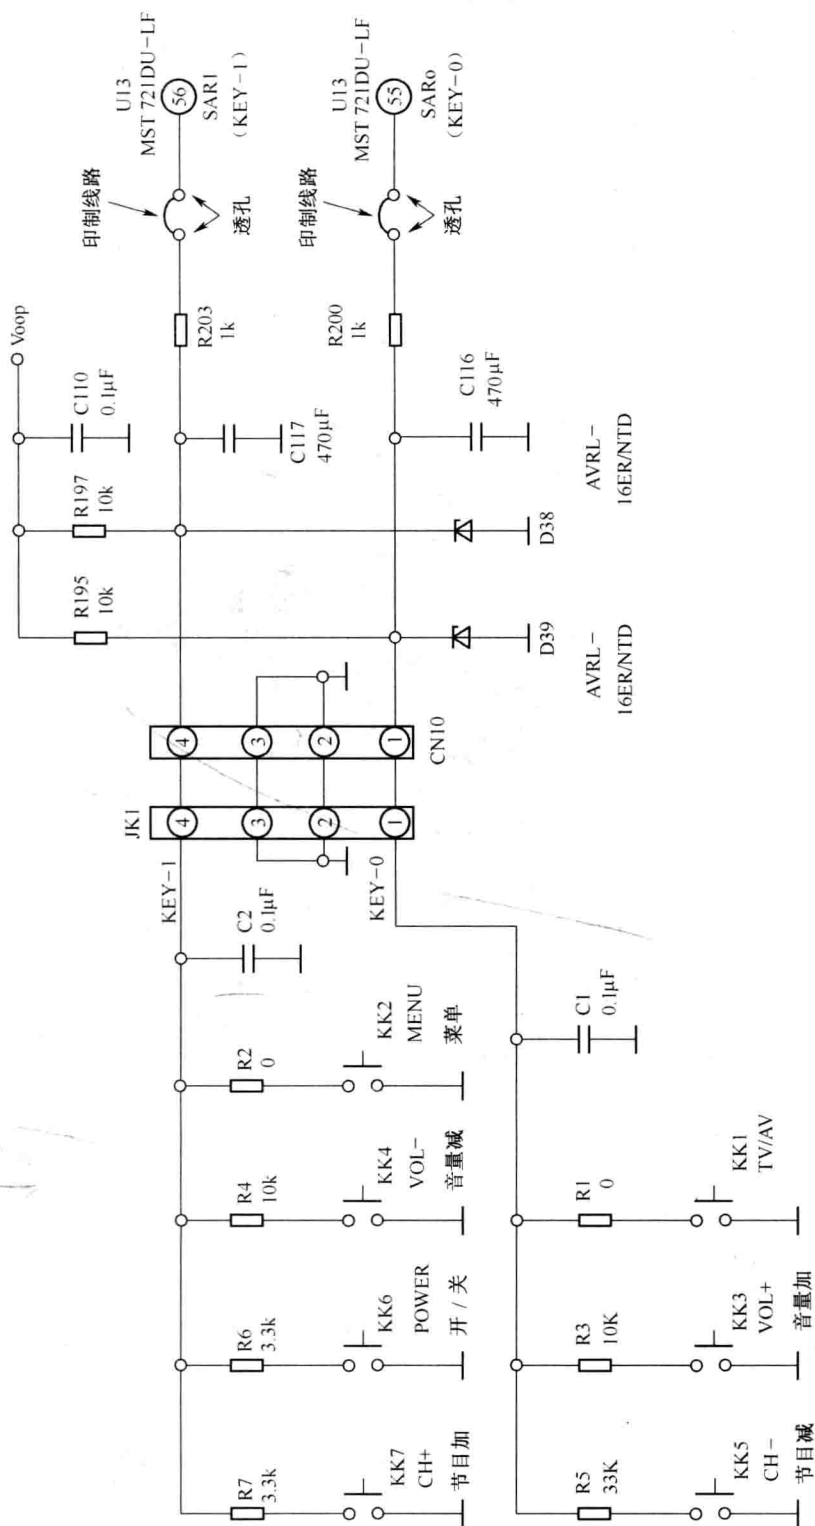

图 1-8 长虹 LT32710 机型中键扫描电路原理图
插座和排线与主板连接,其实物组装如图 1-4 和图 1-5 所示;键控线路主要由 D38、D39、R200、R203 等贴片式元件和透孔、印制线路以及 U13(MST721DU-LF)的⑤⑤、⑤⑥脚等组成,并通过 CN10 插座和排线与电视机键盘相连接,其实物组装图如图 1-6 和图 1-7 所示,电路原理图如图 1-8 所示。